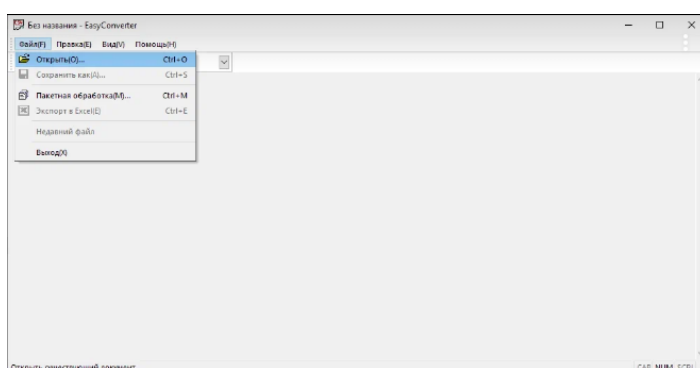

Рисунок 6.11 – Открытие журнала архивных сообщений или журнала действий пользователя в ПО EasyConverter
2. В окне ПО EasyConverter (рисунок 6.11) перейти на вкладку «Файл» – «Открыть» и выбрать скачанный ранее файл журнала архивных сообщений или журнала действий пользователя с разрешением .db.